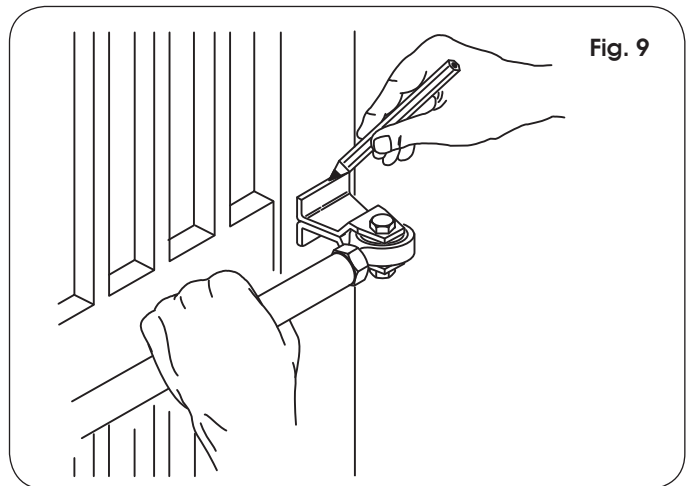

Fig. 9
- 8) Fechar a folha do portão e, mantendo o operador na posição perfeitamente horizontal, identificar na folha a posição do engate dianteiro (Fig. 9).